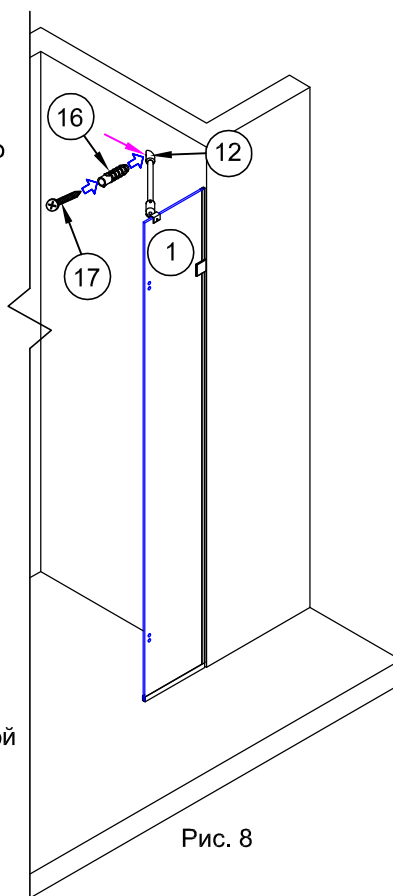

Рис. 8
3.2. Установить собранную штангу на панель (рис.8).
3.3. Отметить через отверстие в держателе №12 место сверления отверстия под дюбель (рис.8). Убрать штангу.
При необходимости использовать молоток. (рис.8)